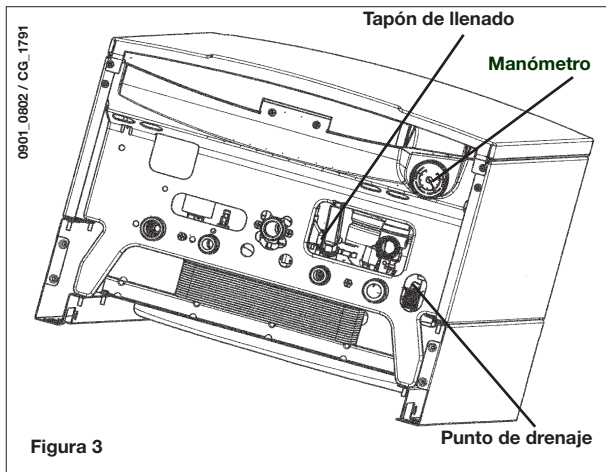

Figura 3
**IMPORTANTE:** Compruebe regularmente que la presión mostrada en el presostato (figura 3) está comprendida entre 0,7 y 1,5 bar con la caldera inactiva. En caso de sobrepresión, abra la válvula de drenaje de la caldera (figura 3).
Si la presión es inferior, abra el tapón de llenado de la caldera (figura 3).